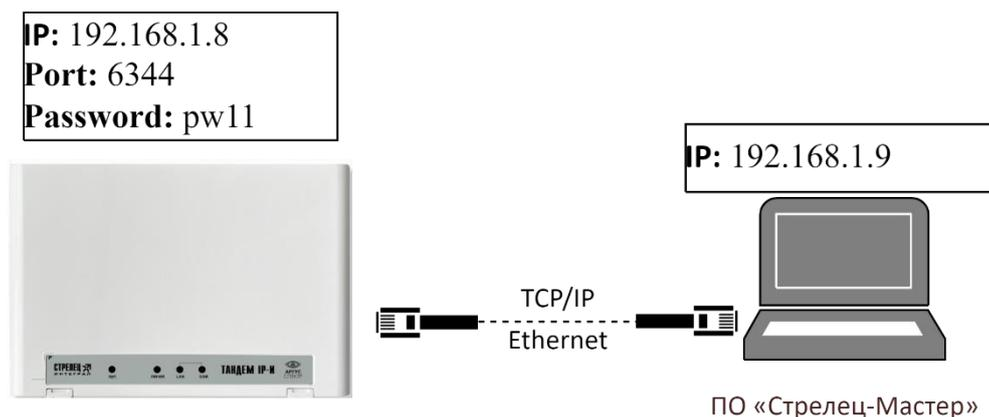

Рисунок 6.19
- Прибор необходимо подключить УТР-кабелем к ПК (Рисунок 6.19).